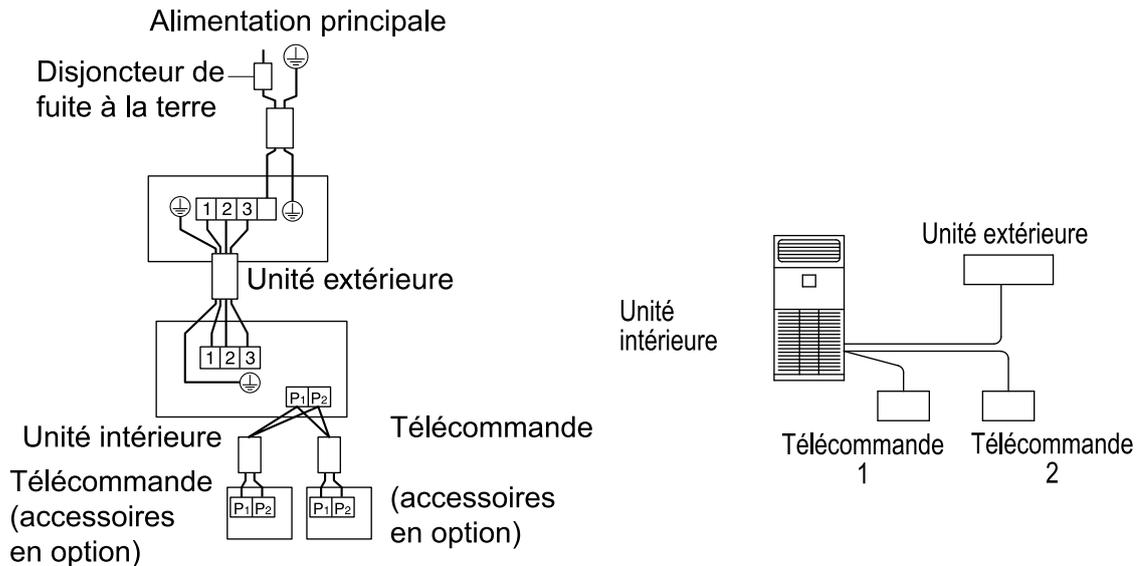

Fig. 37
- **Commande via 2 télécommandes:** 2 télécommandes commandent 1 unité intérieure. (**reportez-vous à la fig. 37**)
- (3) Retirez le couvercle du boîtier de commande (reportez-vous au chapitre "9. MODE DE RACCORDEMENT DES CÂBLES ET EXEMPLE DE RACCORDEMENT").
- (4) Ajoutez un câble entre la télécommande 2 (secondaire) et la borne (P1, P2) du bornier (X1M) de la télécommande, au niveau du boîtier de commande (il n'y a pas de polarité) (reportez-vous à la fig. 37 et au tableau 4).